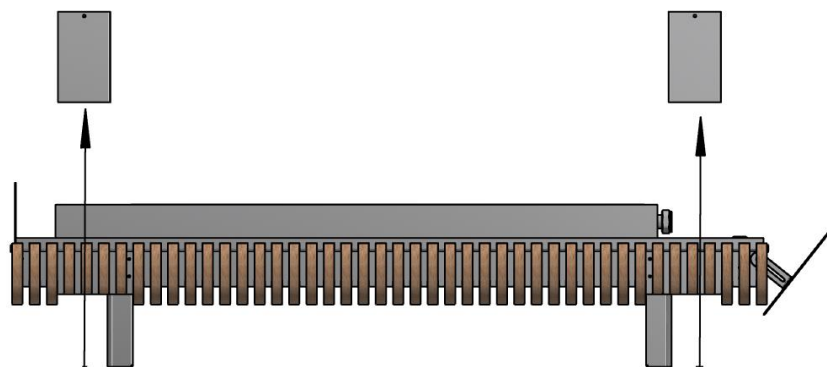

Рисунок 4
5) Извлеките занавесы из окон в нижней части корпуса как показано на рис. 4.